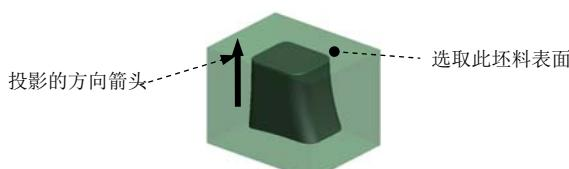

图 2.6 定义投影的方向
Step4. 定义光线投影的方向。在“阴影曲面”对话框中双击 **Direction (方向)** 元素，系统弹出“一般选取方向”菜单。在系统弹出的 **GEN SEL DIR (一般选择方向)** 菜单中选择 **Plane (平面)** 命令，然后在系统 **选择将垂直于此方向的平面** 的提示下，选取图 2.6 所示的坯料表面；单击 **Flip (反向)** 按钮将投影的方向切换至图 2.6 中箭头所示的方向，然后选择 **Okay (确定)** 命令。
(1) 定义“束子”特征的轮廓。
① 在“阴影曲面”对话框中双击 **Shutoff Ext (关闭扩展)** 元素。
② 系统弹出 **SHUTOFF EXT (关闭延伸)** 菜单，选择该菜单中的 **Boundary (边界)** →